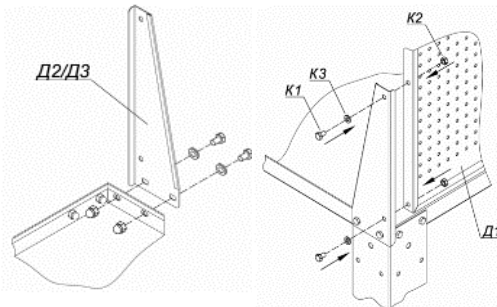

Рис. 5 Схема сборки экрана для МЛОС-010011
- установить кронштейны экрана (D2, D3) к изделию (Рис. 5) при помощи имеющегося метиза в базовой комплектации;
- установить (Рис. 5) экран перфорированный (D1) к кронштейнам (D2, D3) с помощью метиза (K1, K2, K3).